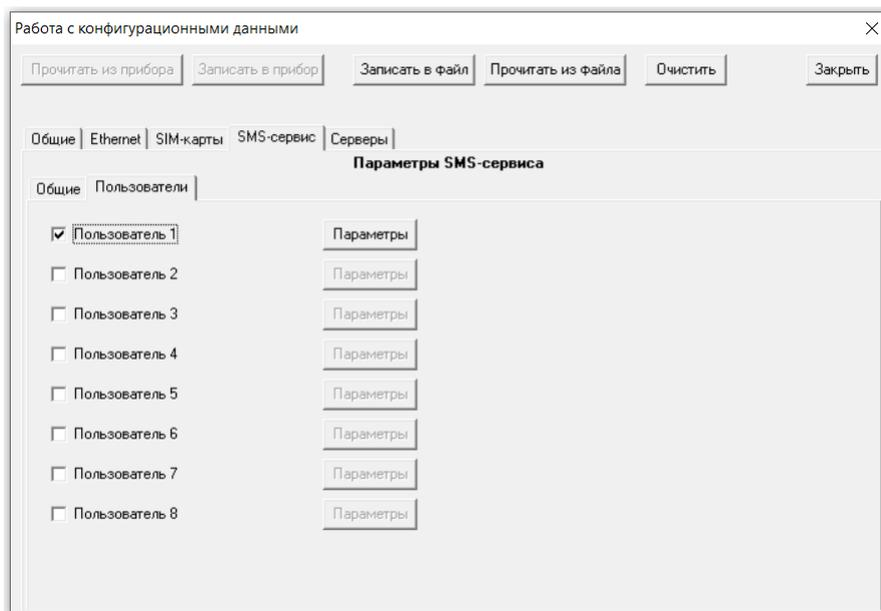
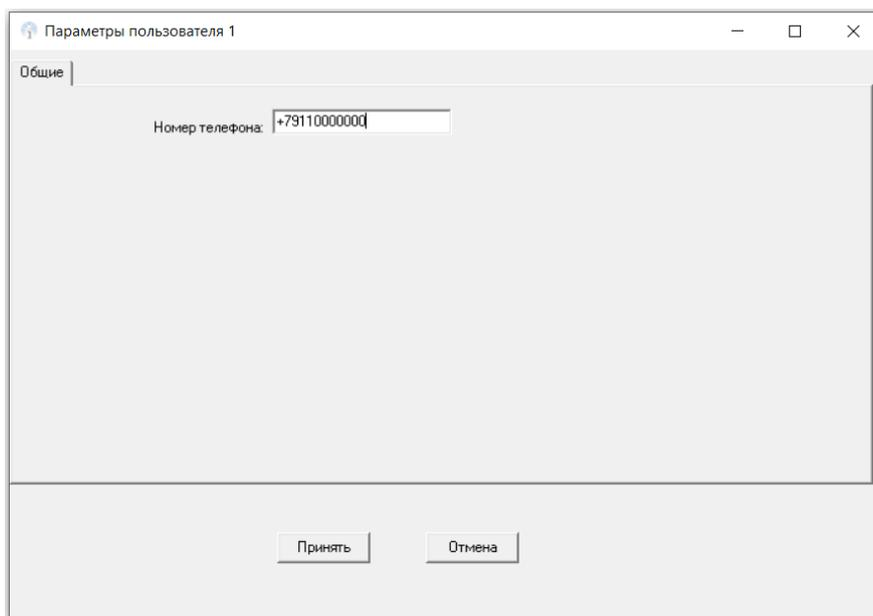

Рисунок 6.6
Рисунок 6.7
- Перейти во вкладку "SMS-сервис" (Рисунок 6.6). Для отправки SMS на выбранные номера необходимо установить галочки в полях "Пользователь N" и, нажав на соответствующие кнопки "Параметры", внести телефонные номера пользователей (Рисунок 6.7) и нажать кнопку "Принять".